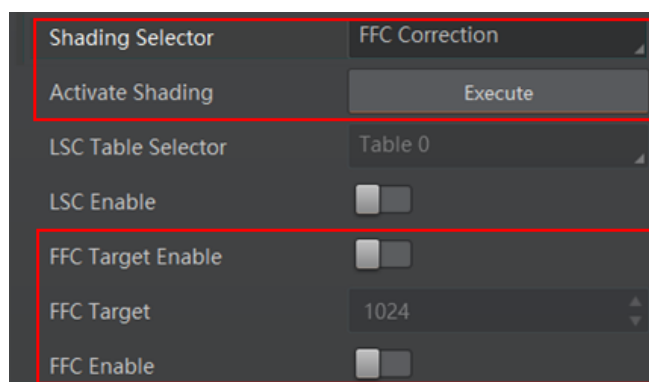

图12-14 FFC 校正
1. *Shading Selector* 参数选择 *FFC Correction*, 如图12-14所示。